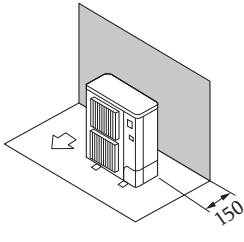

Fig. 2-3
- ① Շրջապատող իրեր՝ միայն հետևի մասում (Fig. 2-3)